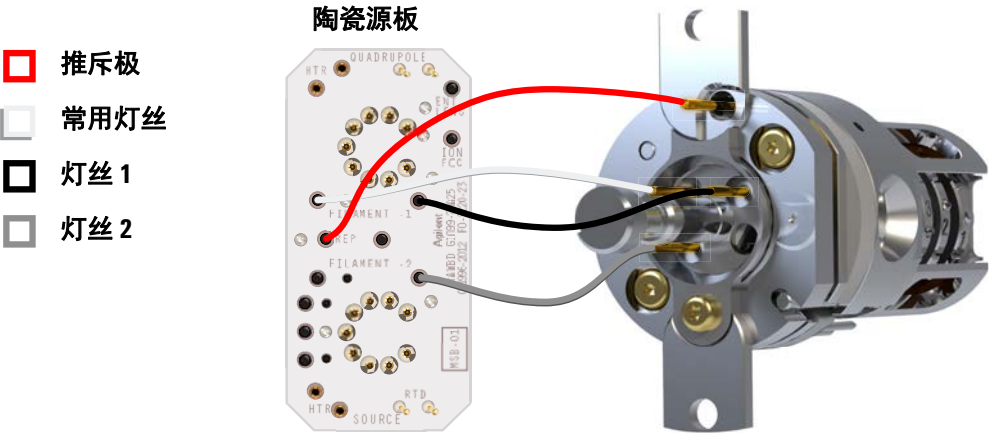

图 36 陶瓷源板和 EI HES 之间的配线
- 1 使用镊子或咀钳连接 / 断开源接头上的陶瓷板引线（红、白、黑和灰）。（请参阅图 36。）